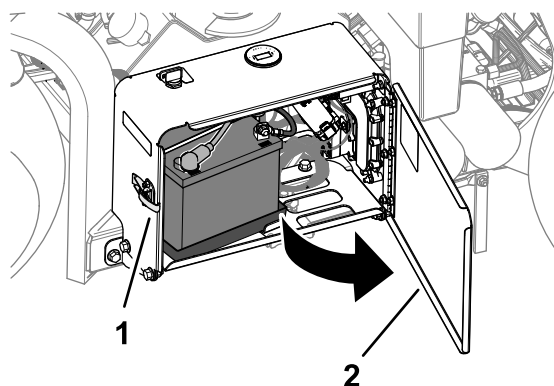

Figura 13
1. Sbloccate lo sportello del vano batteria e apritelo (Figura 13).